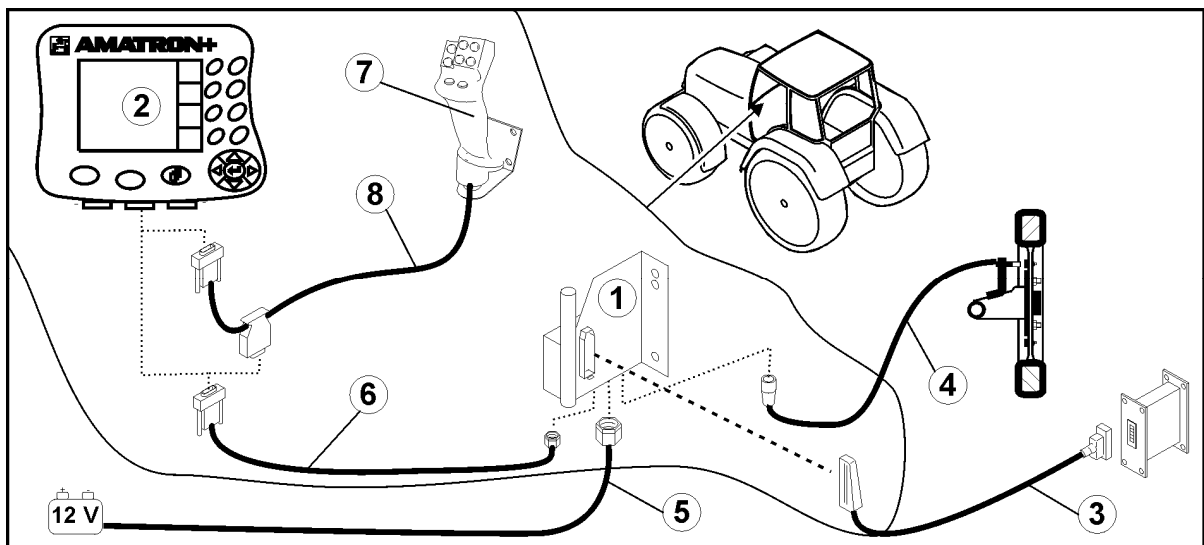
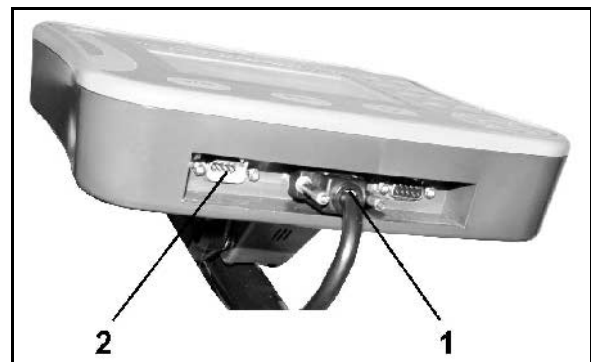

Рис. 1
Рис. 2
- Базовое оснащение трактора (Рис. 1/1, консоль управления с распределительным устройством) должно быть установлено в зоне, доступной для обзора и удобной для работы с органами управления, в свободном от вибраций и защищенном от статической электризации месте кабины с правой стороны от водителя.
- Соединительный кабель для подключения к аккумулятору (Рис. 1/5).
- Сигнальный кабель гнезда сигнала трактора или датчика пробега (Рис. 1/4).
- Соединительный кабель к устройству **AMATRON+** (Рис. 1/6).
- Установите терминал **AMATRON+** (Рис. 1/2) на базовое оснащение трактора.
- Вставьте штекер соединительного кабеля (Рис. 1/6) в среднее 9-полюсное гнездо Sub-D (Рис. 2/1).
- Соедините агрегат с помощью с помощью штекера агрегата (Рис. 1/3) с терминалом **AMATRON+**.
Джойстик (Рис. 1/7) подключается с помощью Y-кабеля (Рис. 1/8).
- Последовательный порт (Рис. 2/2) позволяет подключить КПК.